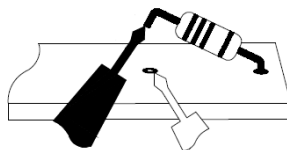
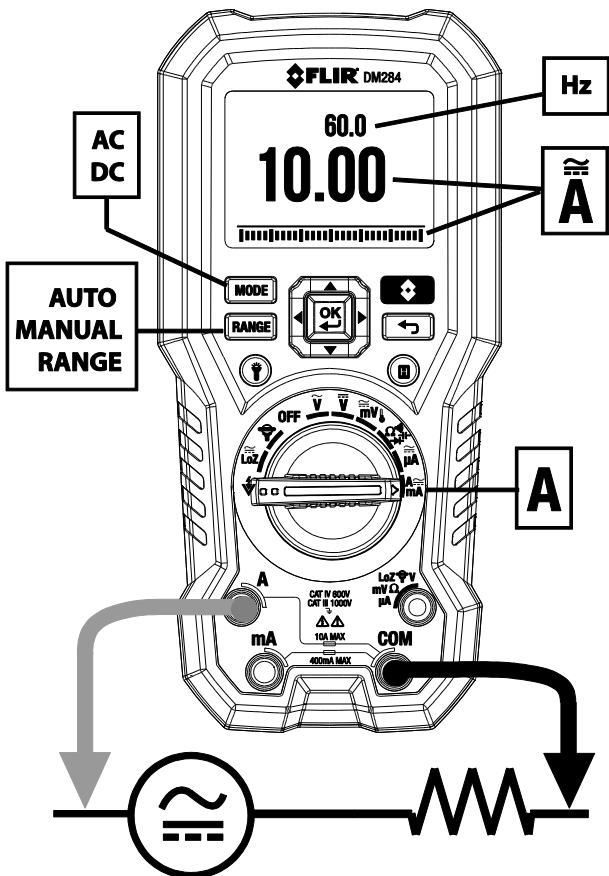

Fig. 7-8 Ontkoppelde component
Fig. 7-9 Hoge Stroom 'A' metingen
Voor stroommetingen door testsnoeren, ontkoppel het te testen onderdeel sluit de meetsnoeren in serie aan op het onderdeel, zie **afbeelding 7-8**.
4. Sluit de testsnoeren in serie aan met het onderdeel in overeenstemming met **Fig. 7-8** en **Fig. 7-9** voor 'A' metingen, **Fig. 7-10** voor mA metingen of **Fig. 7-11** voor μ A metingen.